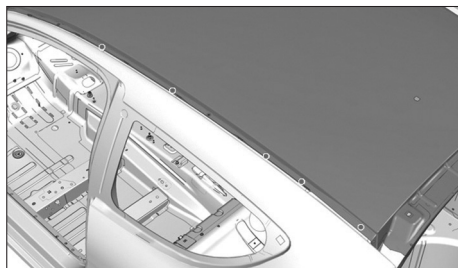

FIG. 130
- par points bouchons MAG (Fig.130).